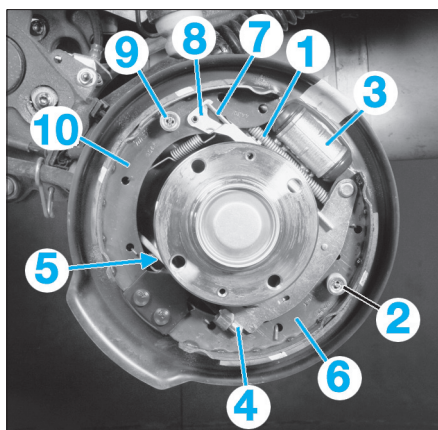

FIG. 9
- le ressort supérieur (1), à l'aide d'une pince à segments (Fig.9),
- le ressort de maintien (2) du segment arrière ; pour cela enfoncer les coupelles puis les tourner d'un quart de tour.
- Placer une pince de maintien des pistons sur le cylindre récepteur (3).
- Désaccoupler le câble de frein de stationnement (4).
- le ressort inférieur (5),
- le segment arrière (6),
- la biellette de rattrapage (7),
- le levier et le ressort du système de rattrapage de jeu (8),
- le ressort de maintien (9) du segment avant,
- le segment avant (10).